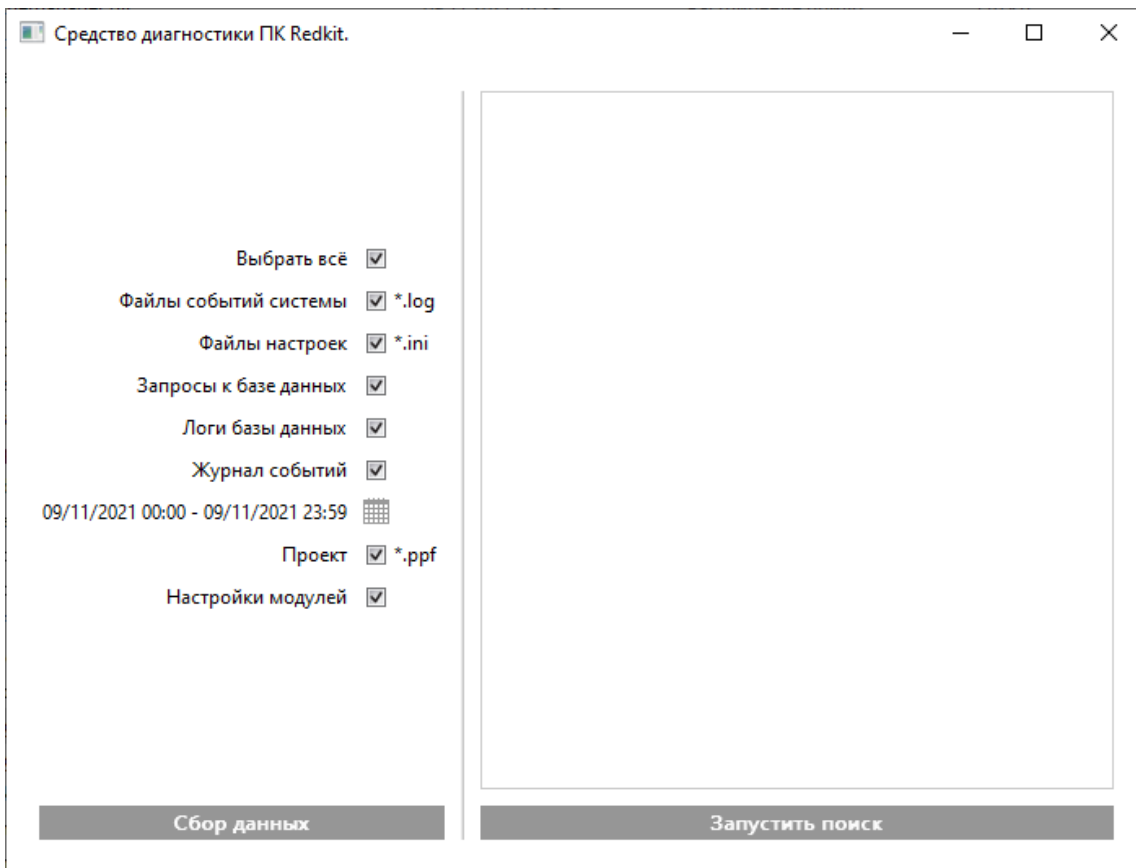

Рисунок 536 - Запустить поиск
2. Нажмите **Запустить поиск** (Рисунок 536).